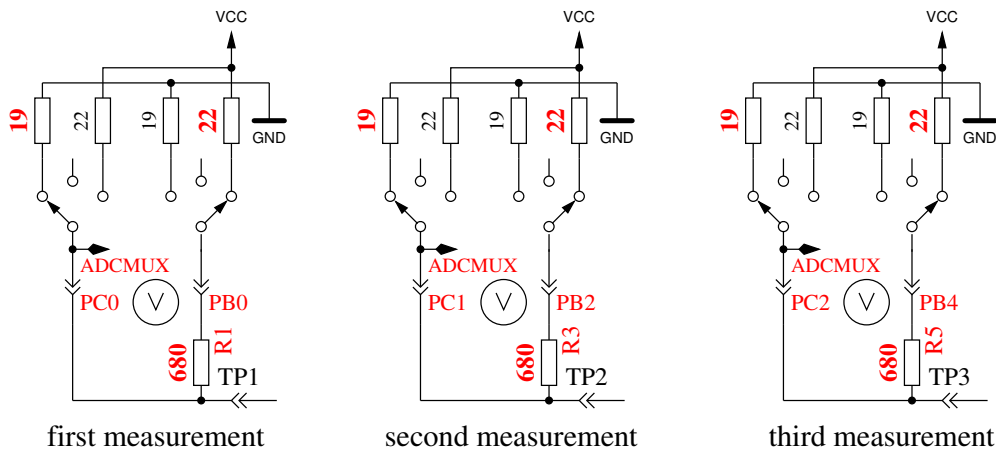

Abbildung 5.53: Messung des Innenwiderstandes von auf GND geschalteten Port-C-Ausgängen.
5. Dieser Schritt testet die **Fähigkeit von mit GND (-) verbundenen 470kΩ-Widerständen (H) die Testpins auf GND zu ziehen**. Zeile 1 zeigt den Text „RH-“. Zeile 2 sollte für alle drei Pinne Null mV anzeigen.
6. Dieser Schritt testet die **Fähigkeit von mit VCC (+) verbundenen 470kΩ-Widerständen (H) die Testpins auf VCC zu ziehen**. Zeile 1 zeigt den Text „RH+“. Der bestmögliche mV Wert für die drei Messungen wäre 0 in Zeile 2, da die Diffenz zu VCC dargestellt wird. Große Abweichungen vom Idealwert für Schritt 5 und 6 sind Fehler wie Isolations-Problem, Flussmittelreste oder beschädigter Port.
8. **Messung des Innenwiderstandes eines auf GND geschalteten Ausgangs.** Dieser und die folgenden Schritte werden nur bei gewählter AUTO_CAL Option durchgeführt. Die internen Port C Widerstände von auf GND (-) geschalteten Ausgängen werden mit dem Strom der nach VCC (+) geschalteten 680Ω Widerstände gemessen, siehe Abbildung 5.53. Es werden nur die drei Pins des ADC-Ports vermessen, die Widerstands-Ports PB0, PB2 und PB4 können nicht ohne Veränderung der Hardware gemessen werden. Es wird angenommen, dass die Portwiderstände von unterschiedlichen Ports nahezu identisch sind. Der Widerstandswert wird im nächsten Schritt mit ausgegeben.